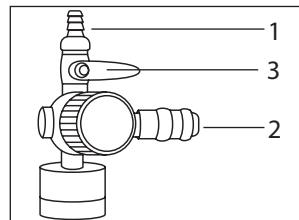

Рис. 4
На выходе из компрессора предусмотрены штуцера двух типов: «елочка» (Рис. 4, п. 1) и быстросъемный (Рис. 4, п. 2).
К инструменту, подключенному к быстросъемному штуцеру, воздух поступит автоматически. Для подачи давления к инструменту, подключенному к штуцеру типа «елочка», откройте шаровой кран (Рис. 4, п. 3).
инструмента, подключенного к штуцеру посредством регулировки положения крана (Рис. 4, п. 3).
ПРИМЕЧАНИЕ! При работе одновременно двумя инструментами следует помнить, что давление в обоих инструментах будет одинаковым, а расход воздуха будет распределяться пропорционально соотношению проходных сечений инструментов или выходных штуцеров в случае регулирования расхода воздуха краном, т.е. при увеличении расхода воздуха через штуцер (Рис. 4, п. 1) будет уменьшаться расход воздуха через штуцер (Рис. 4, п. 2), и наоборот.
- к штуцеру типа «елочка» – закройте кран (Рис. 4, п. 3), ослабьте хомут (если установлен), смените шланги инструмента, снова затяните хомут и откройте кран, установив необходимый расход воздуха;
- Снизьте давление до 1 бар, открыв штуцер «елочка» (Рис. 4, п. 1);
- снизьте давление до 1 бар, открыв штуцер «елочки» (Рис. 4, п. 1);